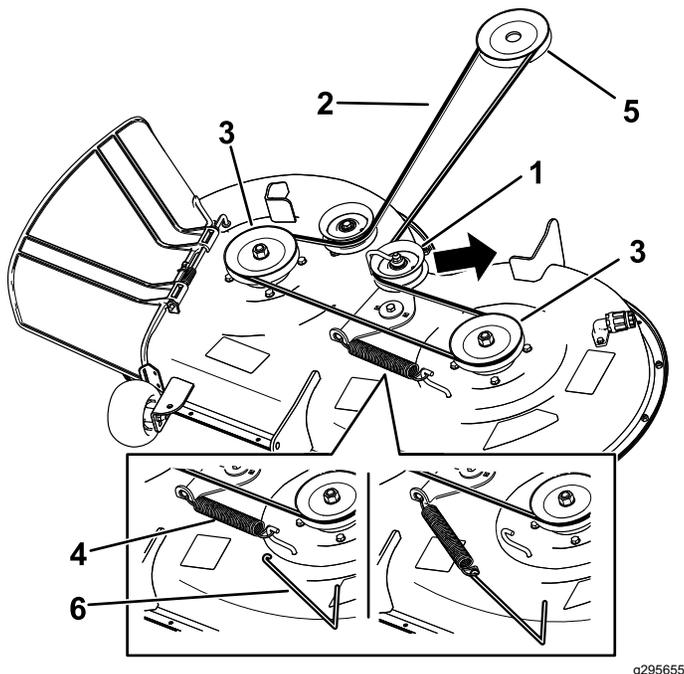

Figura 57
2. Tornillos (3)
- Con una herramienta para la retirada de muelles (Pieza Toro N° 92-5771), retire el muelle tensor del gancho de la carcasa para eliminar la tensión de la polea tensora y retire la correa de las poleas (Figura 57).
- Pase la correa nueva alrededor de las poleas del motor y del cortacésped (Figura 57).
- Con una herramienta para la retirada de muelles (pieza Toro n.º 92-5771), instale el muelle tensor sobre el gancho de la carcasa y tense la polea tensora y la correa del cortacésped (Figura 57).